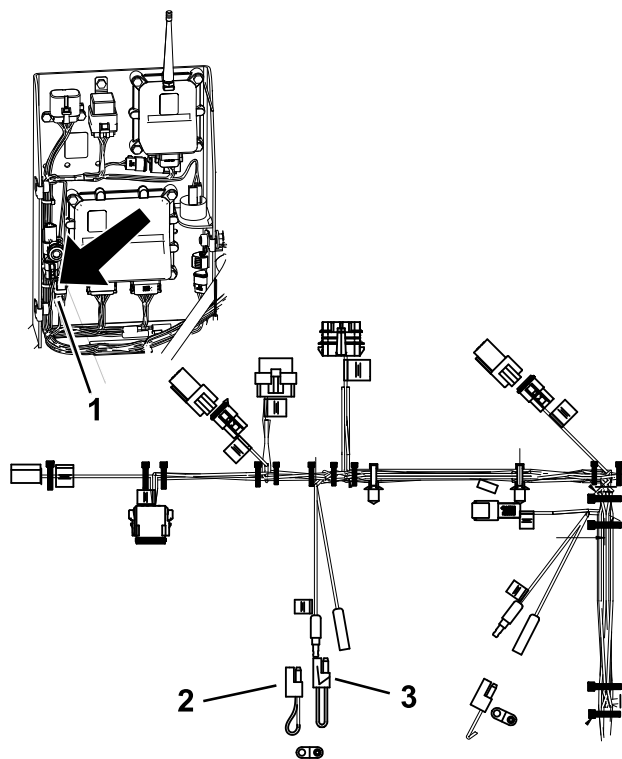

Figura 30
2. Desligue as 2 ligações de fios do conector tipo “pigtail” ilustrado na Figura 30.